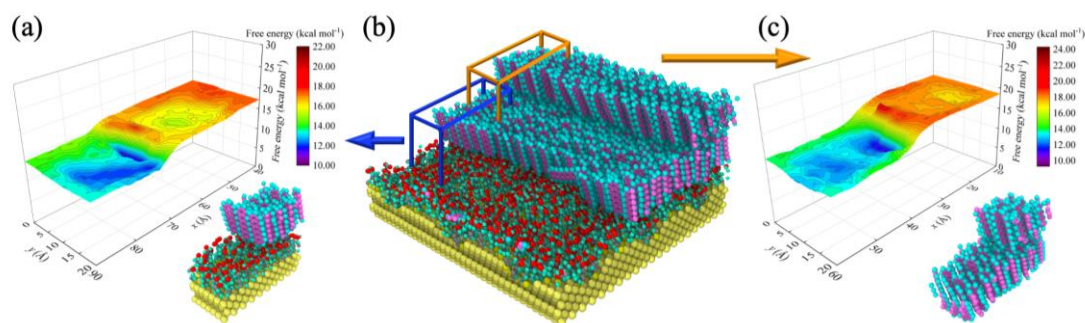

图8 粗糙 SAM(-COOH)基底、ML1 和 ML2 的表面自由能分布。
为了揭示基底粗糙度对有机半导体分子生长的影响, 研究进一步计算了薄膜表面自由能 (图 8)。结果表明, 粗糙度会引起表面自由能的变化, 从而调控了有机半导体分子沉积的动力学行为。同时, 在并五苯薄膜台阶边缘两侧存在局部自由能的最大值和最小值, 这就形成了 Ehrlich-Schwöbel 势垒。由于并五苯的 (001) 取向具有最小的能量, 因此沉积在基底上的并五苯分子更倾向于沿着能量减小的路径向台阶边缘移动以达到最稳定状态, 促使了并五苯以 (001) 取向直立依附在台阶边缘。同时, Ehrlich-Schwöbel 势垒阻碍了并五苯分子跨越台阶边缘, 沉积在不同分子层上的并五苯分子只能在当前分子层移动, 促进了并五苯阶梯形貌的形成。